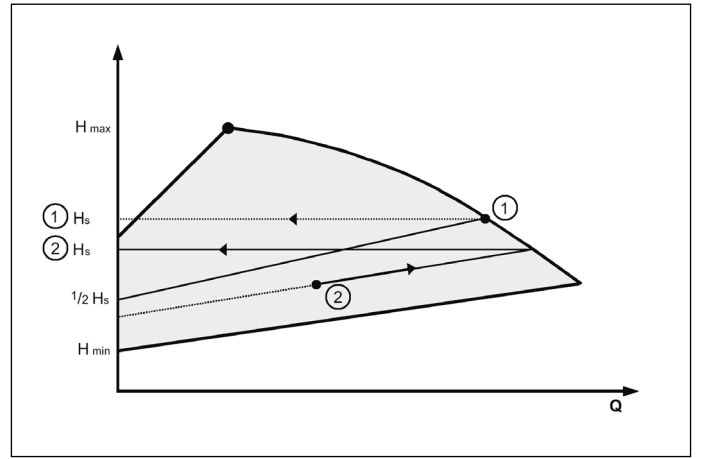

Fig. 5
- **Δp-v:** Elektroniken minskar pumpens differensstryck enligt en rät linje mellan på elektroniken inställt värde H_S och $\frac{1}{2}H_S$ (Fig. 5). Inställt differensstryck minskar i takt med minskad flödesmängd.